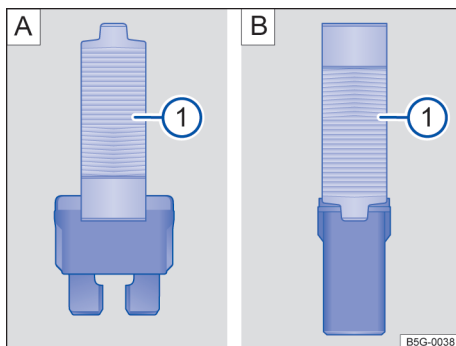

Fig. 143 Retirar ou colocar o fusível com a pinça de plástico: **A**: fusível plano, **B**: fusível de bloqueio.
- Se necessário, retirar a pinça de plástico → Fig. 143 **1** da cobertura da caixa de fusíveis.
- De acordo com a versão do fusível, colocar as garras adequadas do alicate plástico → Fig. 143 **A** **1** ou → Fig. 143 **B** **1** lateralmente no fusível.